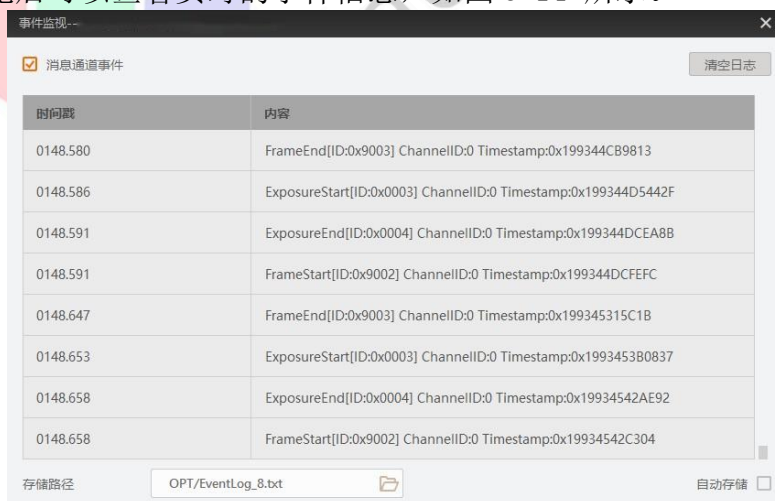

图8-14 事件监视界面
5. 相机开始预览后可以查看实时的事件信息, 如图 8-14 所示。